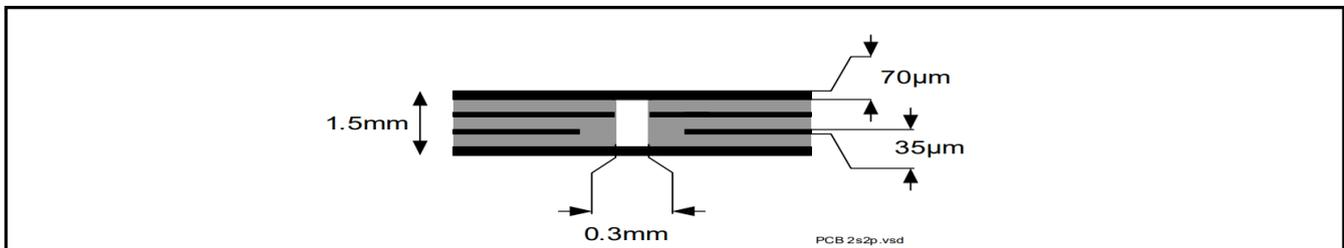

图 4 2s2p PCB 截面
- 2) 指定的 R_{thJA} 值是根据 JEDEC JESD51-2,-5,-7 在 FR4 2s2p 板上的自然对流, 在 $T_A = 105^{\circ}\text{C}$ 总耗散功率为 1 W 的情况下; 产品 (芯片 + 封装) 在 76.4 x 114.3 x 1.5 mm 板, 具有 2 个内部铜层 (2 x 70 μm Cu、2 x 35 μm Cu) 的情况下仿真。在适用的情况下, 裸露的散热焊盘下方的导热过孔阵列接触第一内部铜层。请参考 图4。